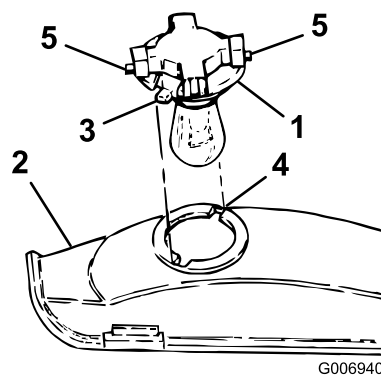

Figura 32
3. Gire el portalámparas 1/4 de giro en sentido contrario a las agujas del reloj y retírelo del reflector (Figura 32).
4. Alinee las pestañas (Figura 32) con las ranuras del reflector, inserte el portalámparas en el reflector y gire 1/4 de vuelta en el sentido de las agujas del reloj hasta que haga tope.